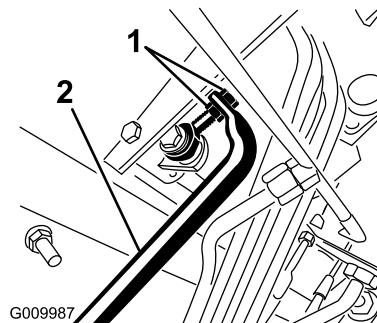

Figura 67
4. Ajuste las contratuerca del extremo de la varilla de la bomba con objeto de desplazar el tubo de control de la bomba hacia adelante para eliminar el movimiento de la máquina hacia adelante, o hacia atrás para eliminar el movimiento hacia atrás (Figura 67).